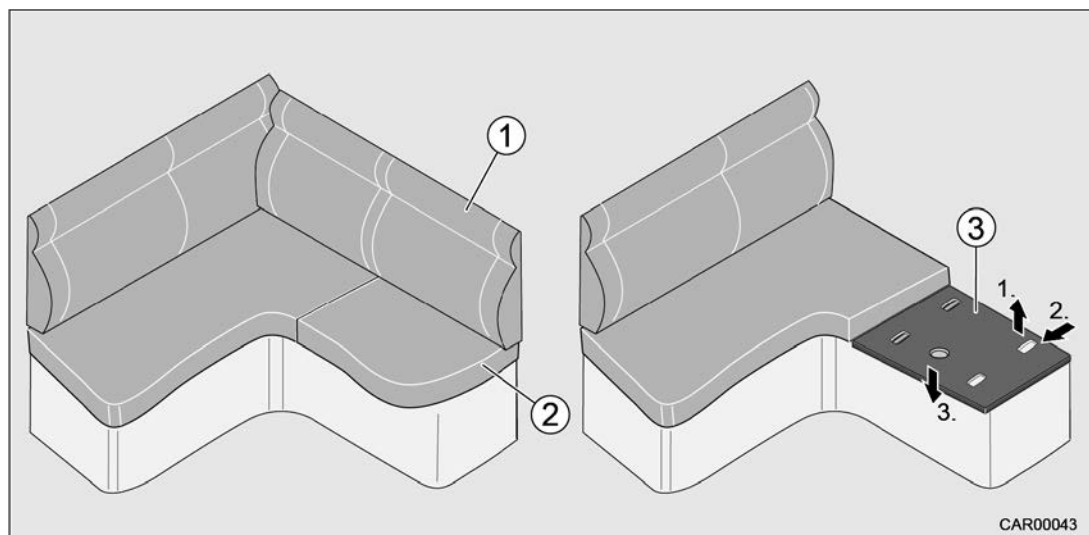

Fig. 73 Position assise confortable sur la banquette longitudinale
1. Enlever le coussin dossier (Fig. 73/1) et le coussin d'assise (Fig. 73/2).
2. Soulever le plateau d'assise (Fig. 73/3).
3. Tirer le plateau d'assise (Fig. 73/3) vers l'avant et le remettre de nouveau en place. Les tourillons de la banquette doivent avoir prise dans les évidements du plateau d'assise.
4. Remettre en place le coussin d'assise (Fig. 73/2) et le coussin dossier (Fig. 73/1).